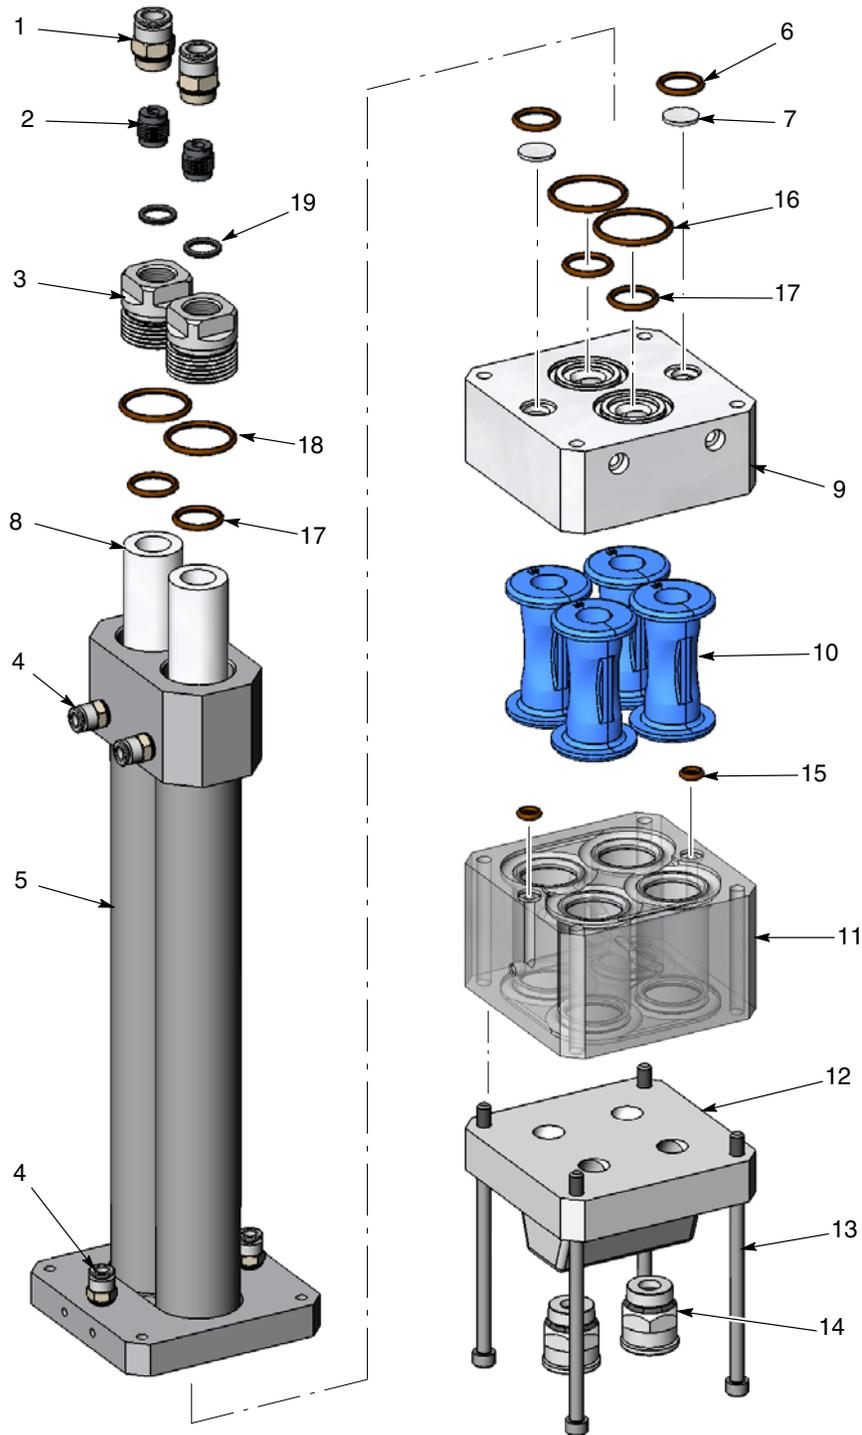

Figura 11 Desmontagem e montagem da bomba
6. Consulte a figura 11. Desmonte a bomba como ilustrado, começando pelos tubos de fluidificação.